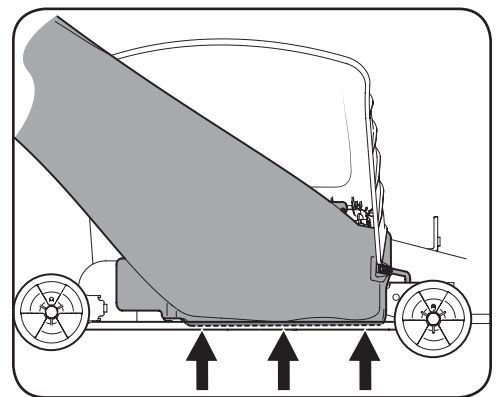

Figura 4-21
3. Fije el codo del canal a la plataforma con la perilla de aletas (720-04122) del paquete de herrajes 689-00312. Consulte la Figura 4-21.
NOTA: Si la hubiera, retire la cubierta protectora del prisionero de montaje en la plataforma de corte como se muestra en el recuadro de la Figura 4-21.